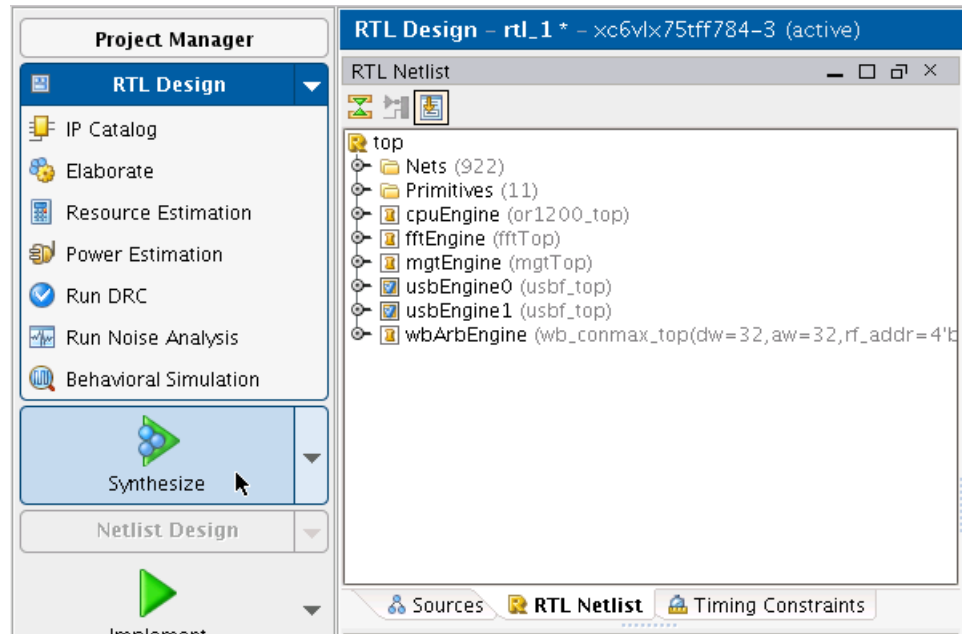

図 1-6 : XST インクリメンタル合成の実行
1. 合成を開始するには、Flow Navigator の [Synthesize] ボタンをクリックします。特定の XST オプションを設定したり、パーティションの設定を確認するには、[Synthesize] ボタンの右側のドロップダウンメニューを使用できます。ドロップダウンリストから [Synthesis Settings] をクリックします。このデザインでは、デフォルトのまま使用しますので、図 1-6 に示す大きな緑の [Synthesis] ボタンをクリックします。